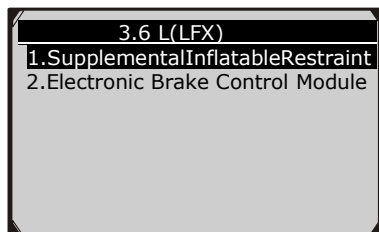

Figura 6.7
- 6) Utilice el botón de desplazamiento **ARRIBA / ABAJO** para seleccionar el módulo deseado de control desde el menú de datos de motor recuperado (en el caso de **GM**, el modelo de motor seleccionado: **3.6 L (LFX)**), Y pulse el botón **OK**.(Figura 6.7)